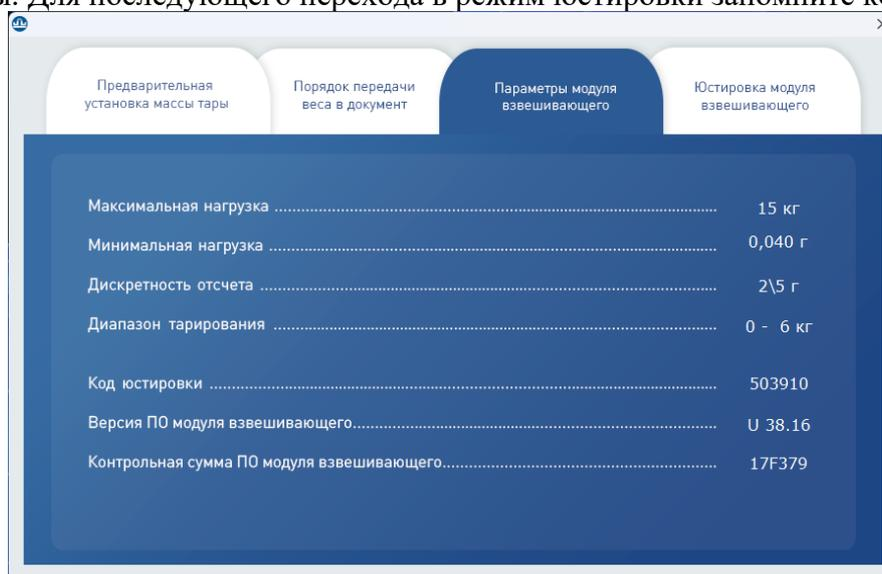

Рисунок 5 – Параметры модуля в ПО «МАССА-К: Весовой терминал 100»
- правой кнопкой мыши по значку  перейдите в функциональное меню, а затем выберите вкладку «Параметры модуля взвешивающего» (см. рис. 5). На данной вкладке отобразятся основные метрологические параметры модуля, а также значения текущего кода юстировки, версии ПО модуля и контрольной суммы. Для последующего перехода в режим юстировки запомните код юстировки;